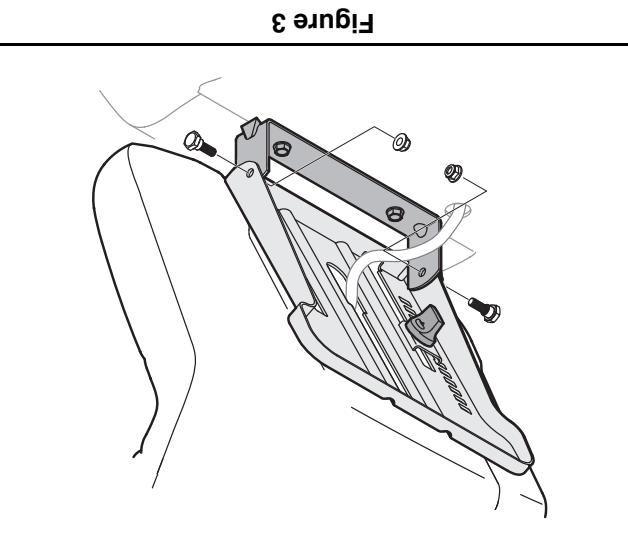

Figure 3
- Retirez les deux vis hex. et les deux écrous du pivotement du siège avec les trous dans le support de montage du siège. Voir la Figure 3.
- Alignez les trous dans le support de montage du siège avec les trous dans le support du siège. Voir la Figure 3.
- Pour ajuster la position du siège, desserrez les deux boutons en-dessous du siège. Voir la Figure 3.